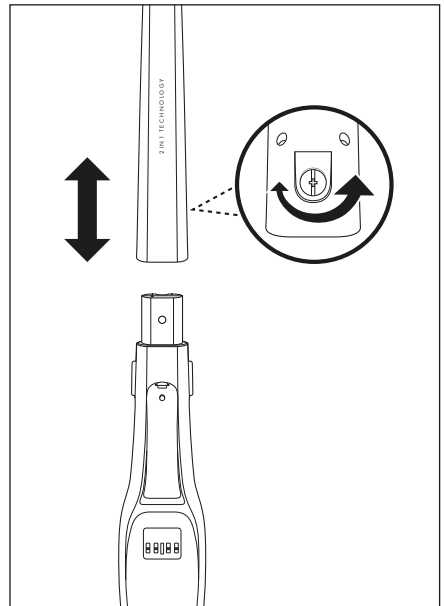

Abb. 1
- 2) Stecken Sie den Stiel 10 auf die Stielhalterung am Gerät. Schieben Sie den Stiel 10 ganz auf die Stielhalterung, bis er fest auf dem Gerät sitzt. (Abb. 1).
- 3) Stecken Sie die Schraube 11 wieder in die Schrauböffnung hinten am Stiel 10. Ziehen Sie die Schraube 11 mit einem Schraubenzieher im Uhrzeigersinn fest (Abb. 1).